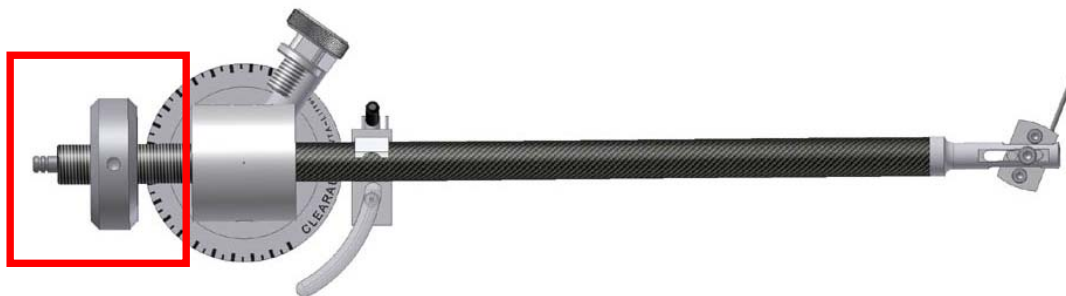

Abb. 3: Einsetzen des Tonarms
Nachdem Sie den Tonarm eingesetzt haben, stellen Sie bitte sicher, dass sich das Tonarmrohr, von oben betrachtet, genau auf der Linie zwischen dem „+“ und dem „-“ Zeichen auf dem *VTA-Lifter (2)* befindet (siehe Abb.3).